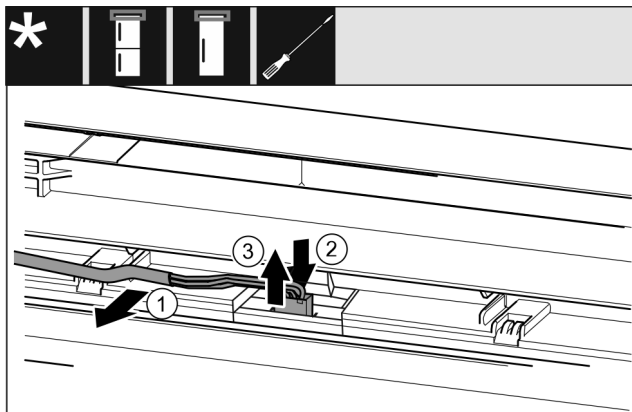

Fig. 22 Kombinált hűtő-fagyasztókészülékek / fagyasztókészülékek / hűtőkészülékek*
- ▶ Óvatosan vegye ki a kábelt Fig. 22 (1) az ajtóban lévő vezetősínből.*
- ▶ Nyomja hátra a dugó alatti fedőlemezt Fig. 22 (2).*
- ▶ Óvatosan húzza ki felfelé a dugót Fig. 22 (3).*